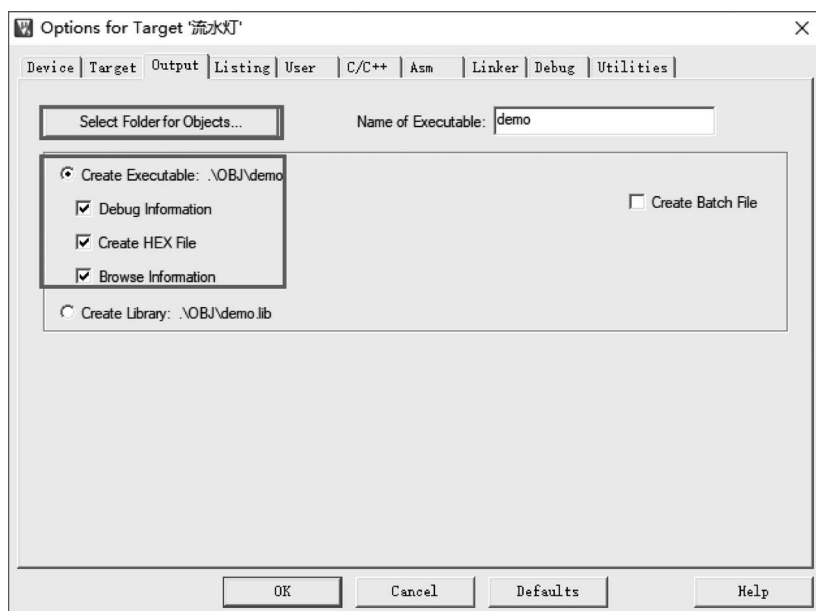

图 3-4 Output 选项卡
(3) 单击 Output 选项卡, 再单击 Select Folder for Objects... 按钮, 设置编译后输出文件保存的位置。同时勾选 Debug Information、Create HEX File 和 Browse Information 复选框, 如图 3-4 所示。